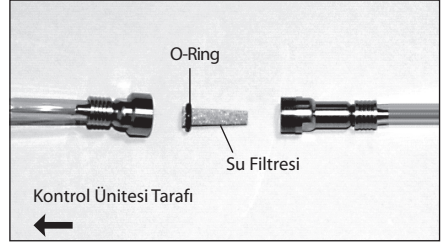

Fig.20
- 3) Su filtre kabı ayrıldığında su filtresi Fig. 20 gösterildiği gibi çıkartılabilir.